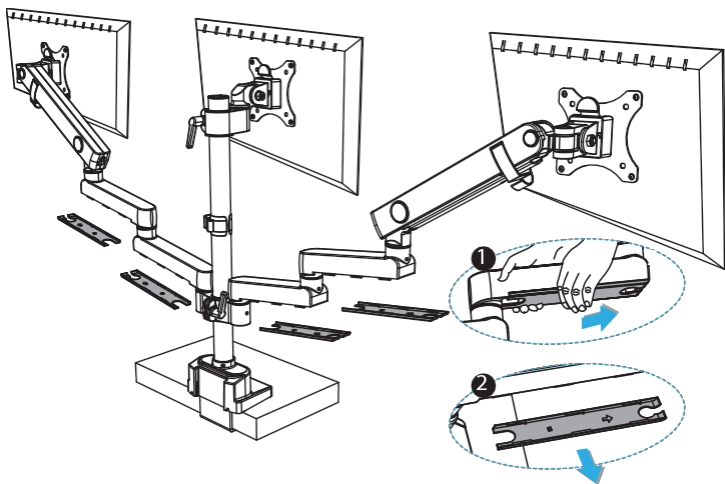

Figure 21
1. **Faites glisser et tirez** doucement comme indiqué par les **flèches** pour retirer les **couvercles de gestion des câbles** situés sous les **bras pivotants**. (Figure 21)